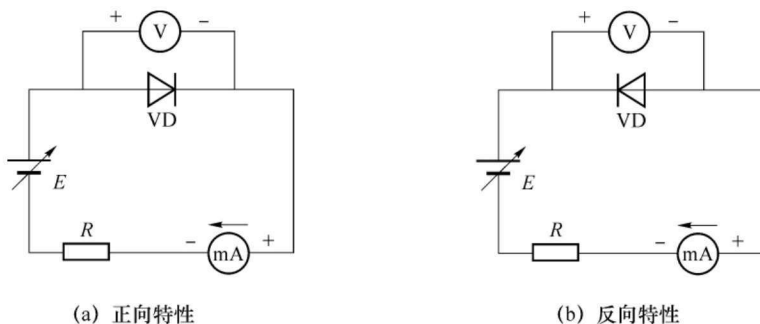

图 1-5 晶体二极管伏安特性测量电路
二极管伏安特性测量电路如图 1-5 所示。其中,VD 为二极管, $E$  为直流稳压电源,输出电压值可调, $R$  为限流电阻,阻值为  $200\ \Omega$ ,用于保护二极管,电压表  $\text{V}$  与二极管并联连接,电流表  $\text{mA}$  与二极管串联连接,注意表笔极性。
(1) 检测二极管的极性及质量好坏。
(2) 在面包板上按图 1-5(a)电路连线,检查无误后,开启直流稳压电源,调节输出电压,使电流表读数分别为表 1-3 中的数值,对于每个电流值测量出对应的电压值,将测得的数据记入表 1-3 中。
按照图 1-5(b)电路连线,测反向特性时,调节可调直流稳压电源输出电压  $U$ ,从  $0\ \text{V}$  开始缓慢地增加(不能超过  $20\ \text{V}$ ),将测量数据记入表 1-4 中。